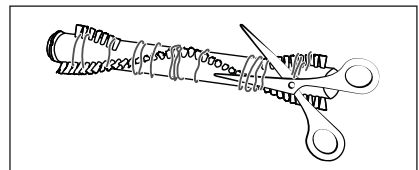

Abb. 26
- 4) Schneiden Sie Fäden und Haare entlang der Borsten der Bürstenrolle **20** mit einer Schere durch (siehe Abb. 26). Entfernen Sie Fäden und Haare von der Bürstenrolle **20**.